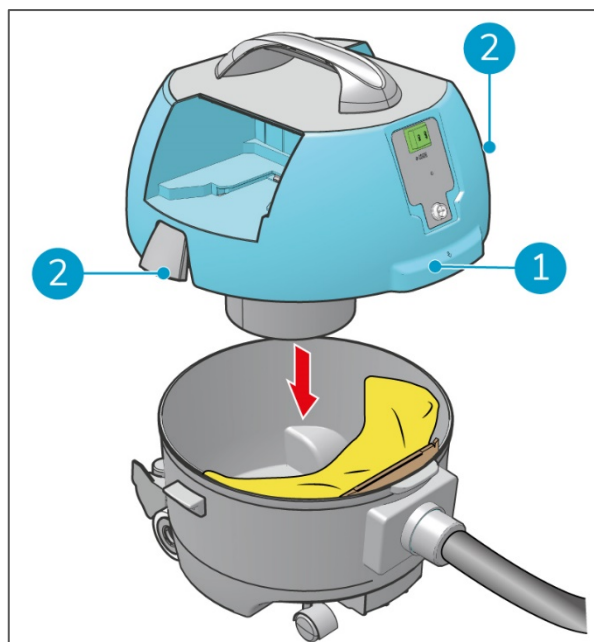

Figure 14
13. Placez le capot (Figure 14, pos 1) sur le bac.
14. Fermez les loquets (Figure 14, pos 2).